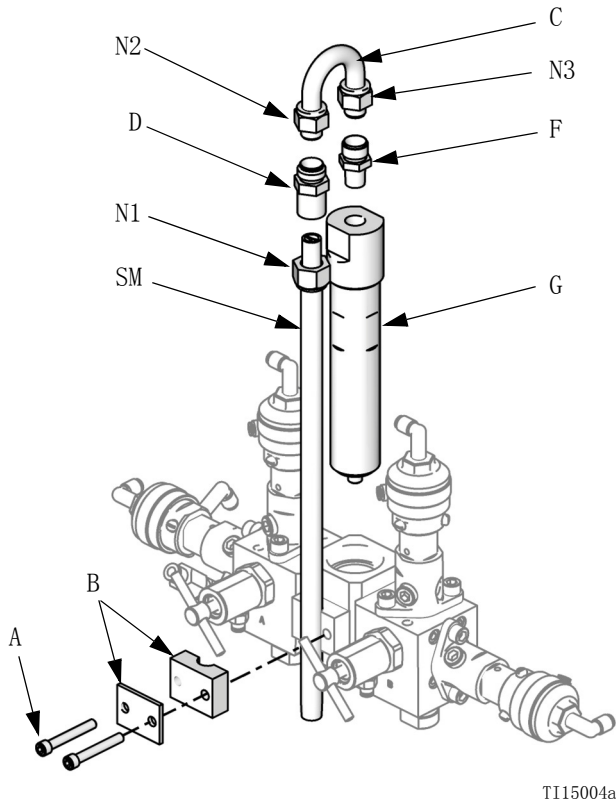

图 12. 拆卸混合室和静态混合器
1. 卸下螺钉 (A) 和静态混合器机架组件 (B)。参见图 12。
2. 拧松静态混合器螺母 (N1)。卸下并保留静态混合器 (SM)。
3. 松开 U 形管螺丝 (N2 和 N3)。丢弃 U 管 (C) 和静态混合器接头 (D)。
4. 卸下并保留 1/4 常温常压 (m) 接头 (F)。卸下混合室 (G) 并将其丢弃。